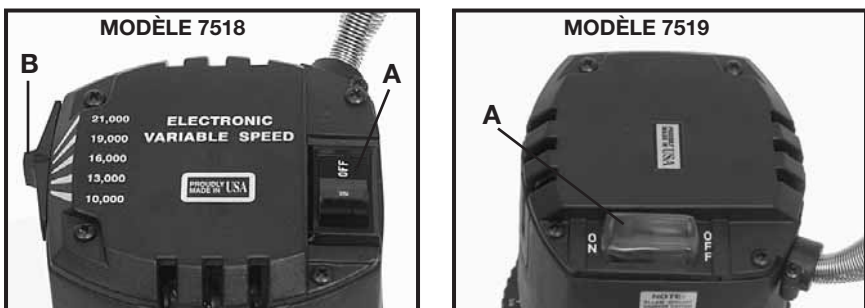

Fig. 4
La toupie se met en marche et à l'arrêt en mettant l'interrupteur à bascule (A), Fig. 4, en position de marche ou d'arrêt.
Si le moteur s'arrête en cours d'utilisation : (1) mettez l'interrupteur à bascule (A), Fig. 4, à la position d'arrêt ; (2) déterminez la cause de la surcharge (à savoir, mèche émoussée, basse tension, taux d'introduction excessif, etc.) et corrigez avant de continuer ; (3) remettez la toupie en marche en suivant les consignes données dans la section MISE EN MARCHÉ ET ARRÊT DE LA TOUPIE.
**Le modèle 7519** est pourvu d'un disjoncteur de type thermique incorporé dans l'interrupteur à bascule marche/arrêt (A), Fig. 4. Ce disjoncteur mettra l'interrupteur à l'arrêt en présence de conditions prolongées de surcharge.
La commande de vitesse est située à l'endroit illustré dans la Fig. 4. Le bouton sélecteur de vitesse (B), Fig. 4, donne accès à cinq vitesses de marche allant de 10 000 à 21 000 tr/min. Il est recommandé de régler la vitesse avant d'engager la mèche de la toupie dans l'ouvrage. S'il s'avère nécessaire de modifier la vitesse après le début du travail, mettez la toupie à l'arrêt, retirez la toupie de l'ouvrage et réglez la vitesse.